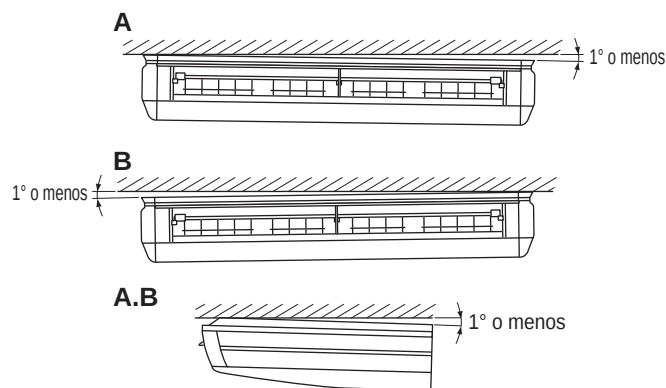

Figura 12
(5) Cuando cuelgue el equipo principal de la unidad interior, asegúrese de usar un nivel o una manguera de plástico con agua en ella para cerciorarse que la tubería de drenaje quede colocada o bien a nivel o inclinada ligeramente para asegurar un drenaje correcto. (Vea la Figura 12)